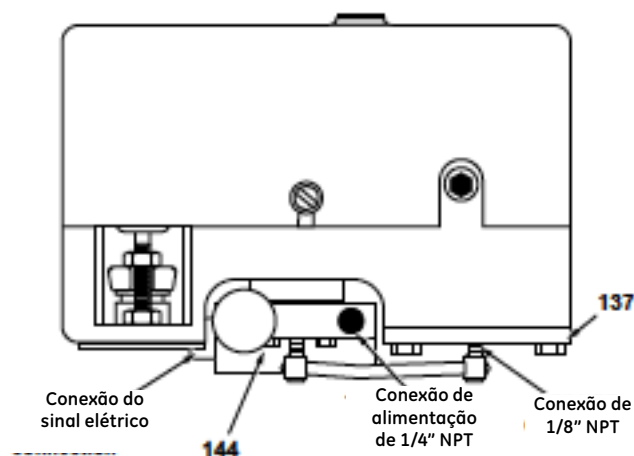

Figura 12 - Conexões com posicionador 7700E
- Válvula de controle com posicionador 7700E (sinal elétrico): conecte a linha de suprimento de ar do bloco do manômetro (144) e crie a conexão elétrica para o módulo I/P (20) (figura 12).